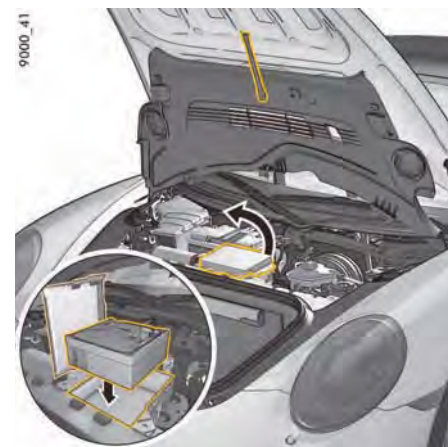

図249: タイヤ充填コンプレッサーの収納ボックスを開く
4. タイヤ充填コンプレッサーの収納ボックスを開いてください(図249)。